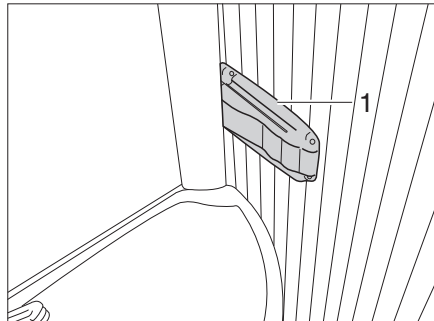

Bild 267 Vario-Toilette, Arretierung der Duschwand
- Arretierung (Bild 267,1) rechts am Waschbeckenrand eindrücken und am Waschbecken leicht ziehen. Das Waschbecken bewegt sich mit der Rückwand nach vorn.